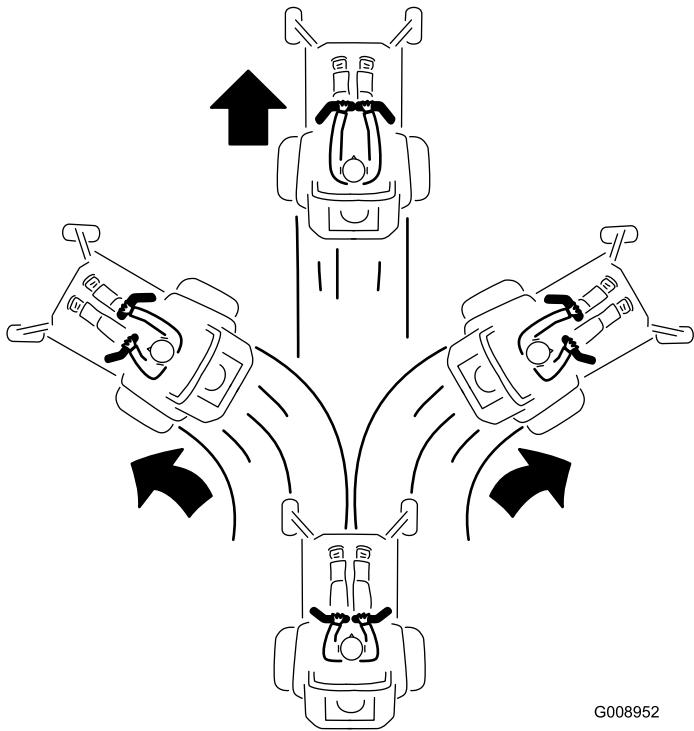

Figura 33
3. Para andar para frente empurre as alavancas de controlo do movimento lentamente para a frente (Figura 33).